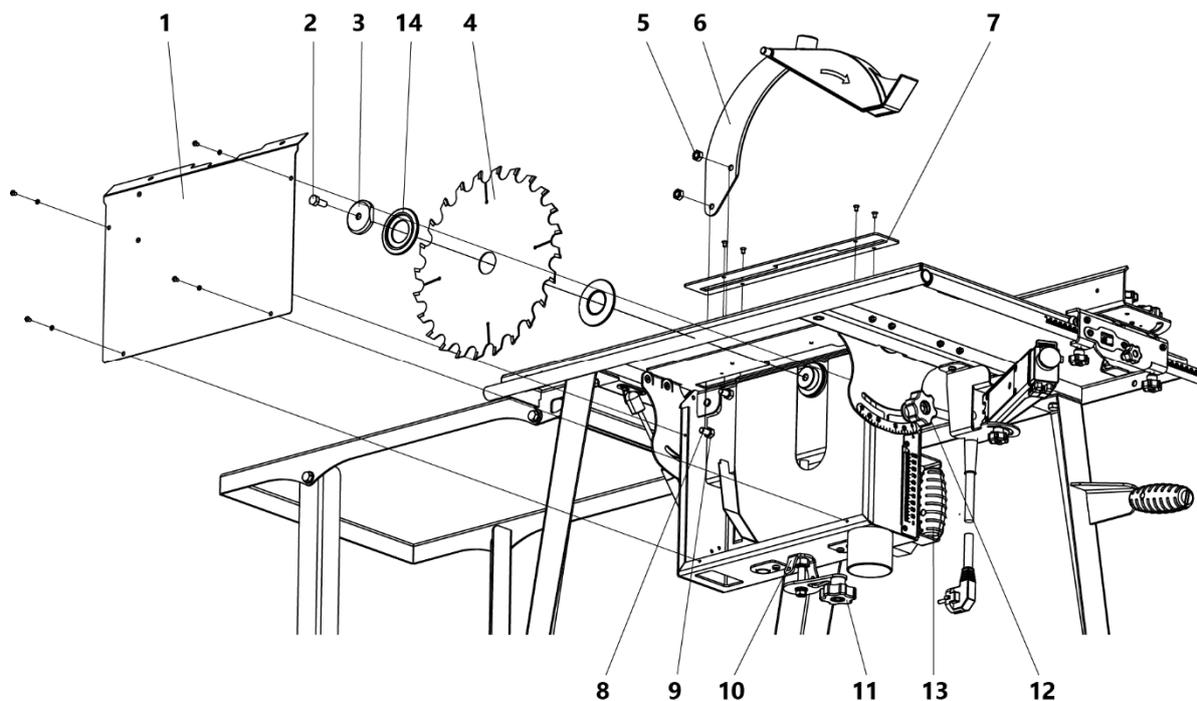
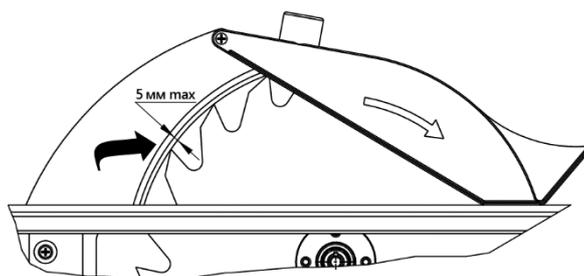

Рисунок 5. Установка пильного диска и расклинивающего ножа с защитным кожухом
Рисунок 6. Радиальное расстояние
- снять нижний защитный кожух пилы 1 (рис. 5);
- установить и отрегулировать расклинивающий нож 6. Расклинивающий нож 6 необходимо расположить симметрично по центру в плоскости пильного диска 4, обеспечивая радиальное расстояние между расклинивающим ножом и венцом пильного диска не более 5 мм (рис. 6). Это достигается перемещением регулировочных гаек 9 (рис. 5) и расклинивающего ножа 6 по резьбовым стержням 8. После установки надежно закрепите расклинивающий нож 6 гаечными ключами 10;
- расфиксировать стопорную гайку 10 (рис. 5);
- зафиксировать стопорную гайку 10 (рис. 5).
- расфиксировать ручку 12 (рис. 5);
- зафиксировать ручку 12 (рис. 5).
- снять пильный диск с фланцем 14 (рис. 5) и расклинивающий нож;